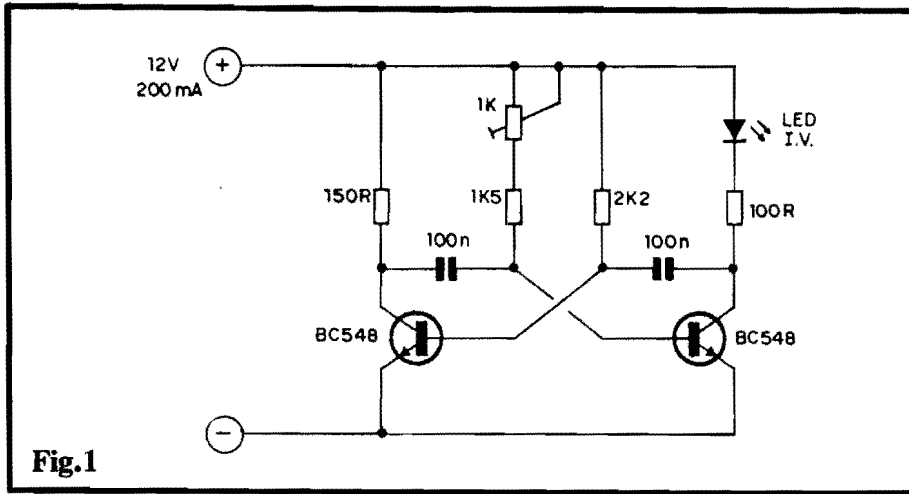

Fig.1
- **FIG. 1 - DIAGRAMA ESQUEMÁTICO DO CIRCUITO DO MÓDULO EMISSOR** - O LED infra-vermelho (o circuito admite muitas equivalências...) emite o feixe pulsado de energia luminosa invisível, simplesmente traduzindo a Frequência de oscilação de um mero FLIP-FLOP transistorizado, estruturado com dois transísto-